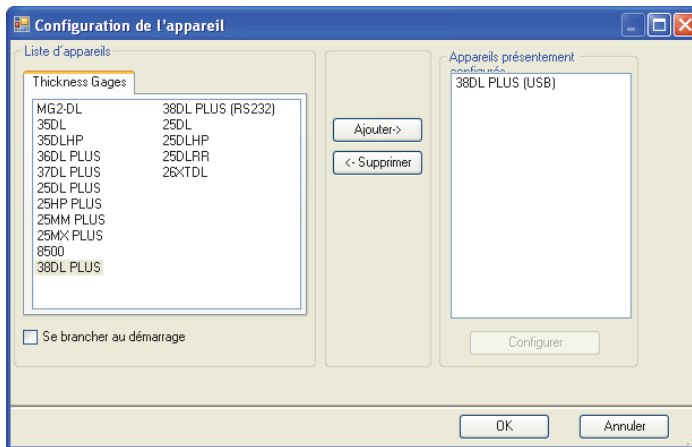

Figure 14-10 Boîte de dialogue Configuration de l'appareil
- b) Dans la boîte de dialogue **Configuration de l'appareil** (Figure 14-10 à la page 296), faites ce qui suit :
- (1) Dans l'encadré **Liste d'appareils**, sélectionnez 39DL PLUS, et puis cliquez sur **Ajouter**. La mention **39DL PLUS (USB)** apparaît dans la liste **Appareils présentement configurés**.
- (2) Sélectionnez la case à cocher **Se brancher au démarrage** pour que GageView se connecte automatiquement au 39DL PLUS au démarrage.
- (3) Touchez **OK**.